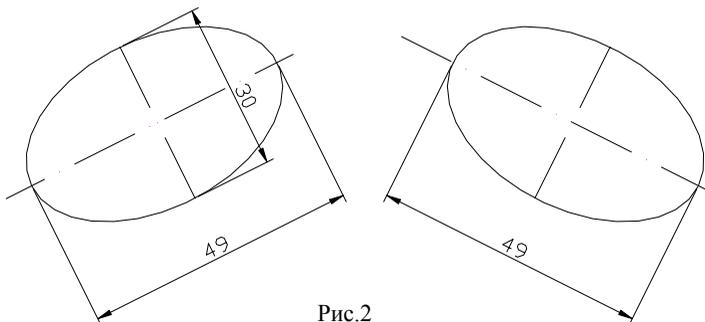

Рис.2
3.3.6. Нанести разметку на трубопровод в соответствии с рис. 2. Линии проводятся чертилкой или другим разметочным инструментом. Точки накерниваются керном.